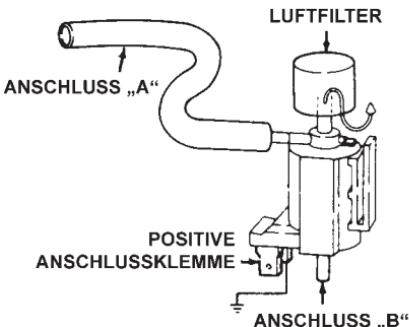

ABBILDUNG 12: Typisches Vakuum Magnetventil
- Vakuum- und elektrische Anschlüsse vom Magnetventil lösen. Die Pumpe mit Anschluss „B“ verbinden und versuchen, mit der Pumpe ein Vakuum anzulegen. Das Vakuum wird durch Anschluss „A“ abgebaut. (ABBILDUNG 12)
- Mit der Vakuumpumpe ein 10 Zoll Hg Vakuum am unteren Anschluss des Ventils anlegen und die Resultate mit einem zweiten Vakuummessgerät prüfen, wie in der beigefügten Abbildung gezeigt. (ABBILDUNG 12)